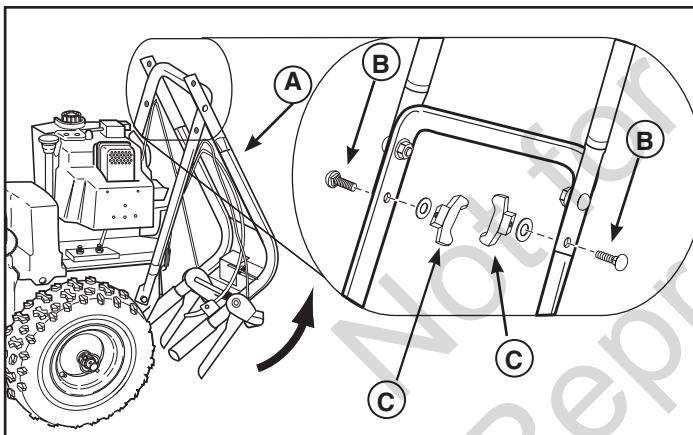

Figure 1
- Ramener le levier (A, Figure 1) supérieur à sa position de marche.
- Insérez deux boulons (B) dans les trous inférieurs et attachez à l'aide des deux rondelles (C) et des boutons à ailettes (éventuellement). Serrez à fond les quatre boutons.